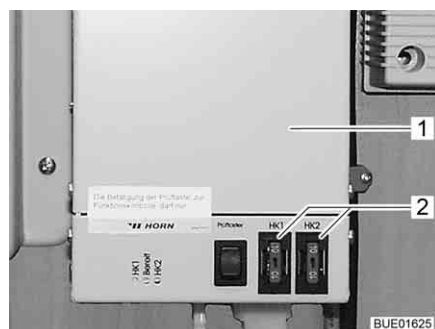

Fig. 173 Regulador de la calefacción para las tuberías de aguas residuales
Los fusibles se encuentran sobre el regulador (Fig. 173,1).
- Cambiar el fusible (Fig. 173,2).